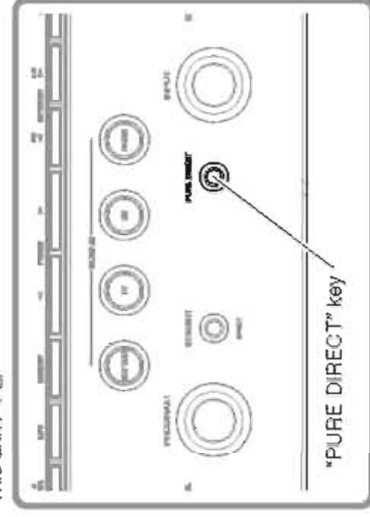

Fig. 7
5. While pressing the "PURE DIRECT" key of this unit, connect the power cable of this unit to the AC outlet. (Fig. 7)
Writing is started automatically. (Fig. 7)
5. 本機の "PURE DIRECT" キーを押しながら、本機の電源コードを AC コンセントに接続します。(Fig. 7)
自動的に書き込みを開始します。(Fig. 7)